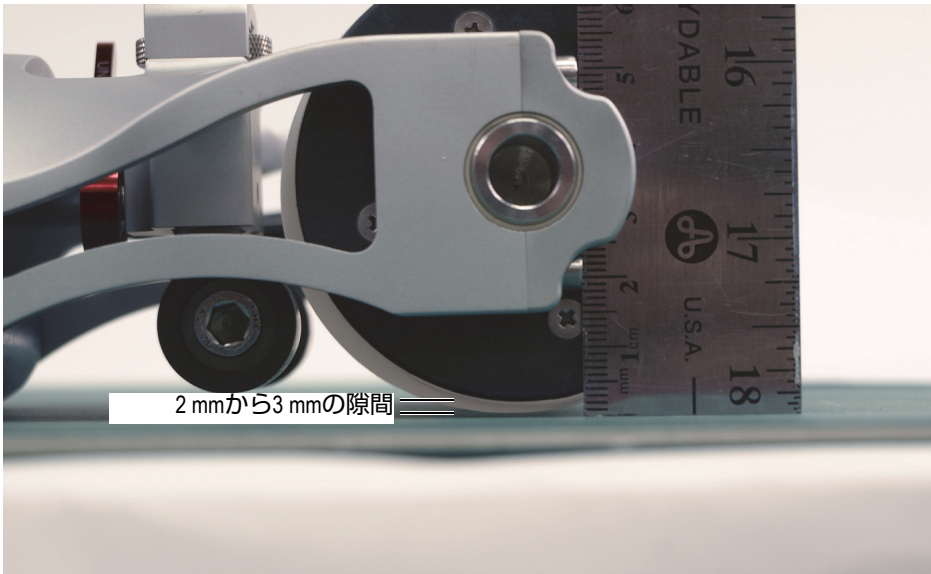
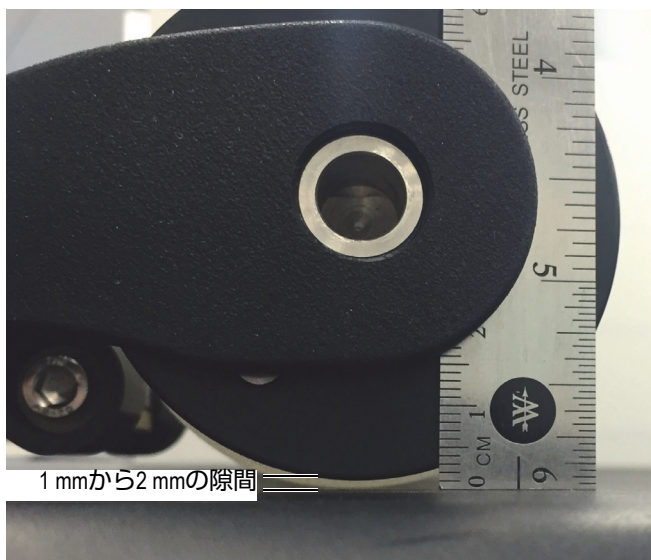

図 3-5 アコースティックホイールのフランジと面の隙間 (RollerFORM)
図 3-6 アコースティックホイールのフランジと面の間の隙間（RollerFORM XL）
ハンドルに下向きの圧力をかけずに、RollerFORM を平面に置いて、黒色のアコースティックホイールのフランジと検査する面の間に 2 mm から 3 mm の隙間が残っていれば、アコースティックホイールの液体チャンバーは適正に充填されています (51 ページの図 3-5 と 52 ページの図 3-6)。隙間が大きい場合は、出口バルブを開けて、液体チャンバーの液体を少し逃がして、グリコールまたは水を一部排出します。再び隙間の大きさを測ります。黒色のアコースティックホイールのフランジと検査する面の間の隙間が 2 mm から 3 mm になるまで作業を繰り返します。
5. アコースティックホイールの液体チャンバーに液体が正しく充填されたことを確認してください。RollerFORM を平面に設置して、ハンドルに下向きの圧力がかかっていない状態で、2 mm から 3 mm の隙間が黒色のアコースティックホイールのフランジと検査する面の間に残っていることを確認してください（51 ページの図 3-5）。